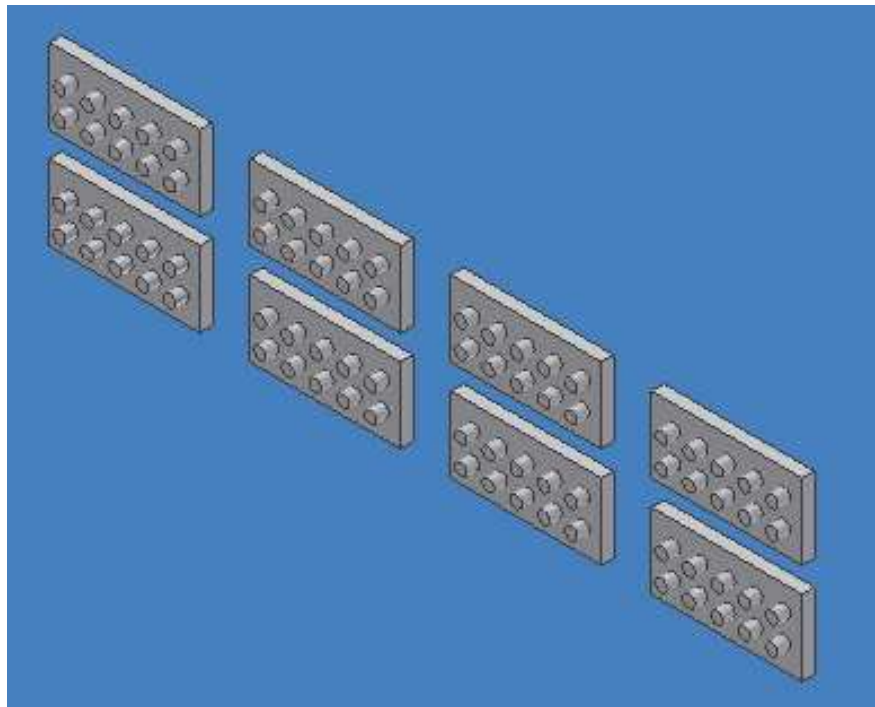

Figura 3.81 Resultado final de la operación *PATTERN THE ENTIRE SOLID*.
- Una vez que este de acuerdo con la vista previa proporcionada por Inventor, pulse el botón OK para finalizar, figura 3.81.